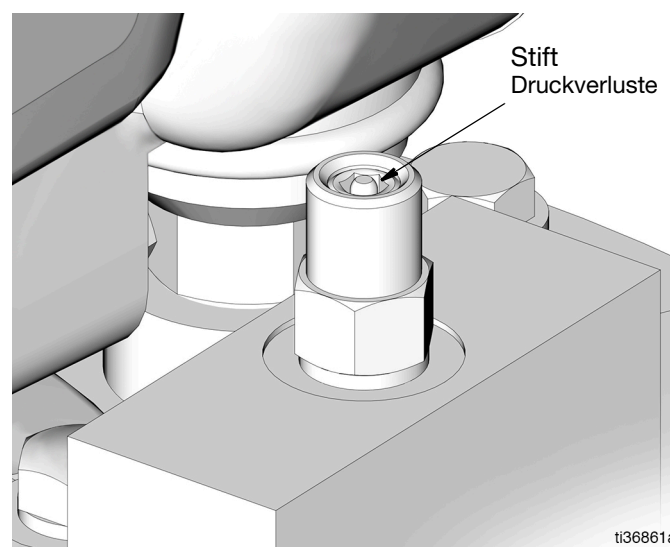

ABB. 17
Sicherstellen, dass der Stift des Absperrventils (S) der Automatikbefüllung unten ist. Siehe ABB. 17, Seite 17.